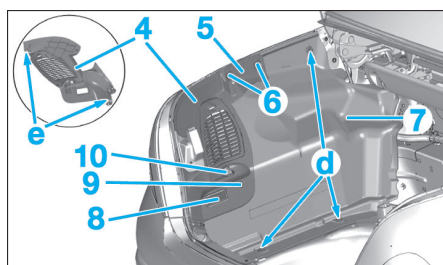

Fig. 113
- la garniture de seuil de coffre (3).
- Du côté gauche, déposer l'éclaireur (8) (Fig.113).